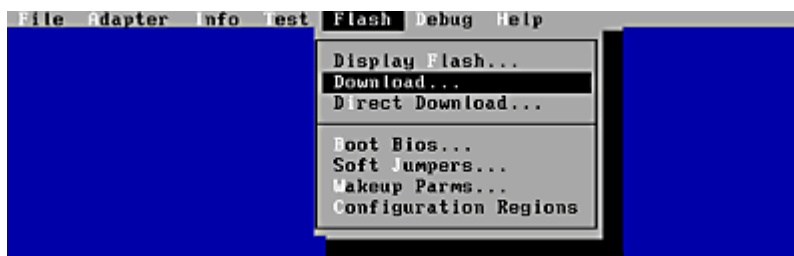

Figure 3: lp6dutil, Flash Menu
7. Press and hold down the <Alt> key and press **L**. The flash menu is displayed (Figure 3).